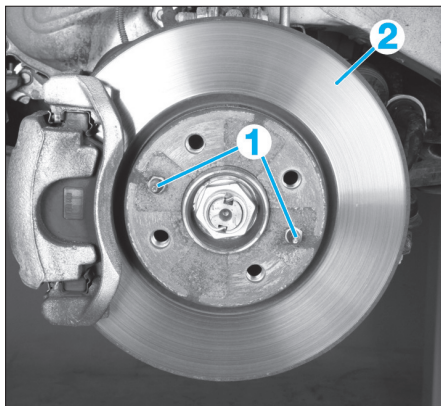

Fig. 8
- Déposer les vis (1), puis déposer le disque (2) (Fig.8).